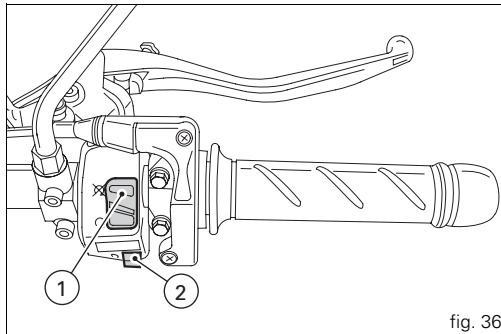

fig. 36
2) S'assurer que le commutateur d'arrêt (1, fig. 36) se trouve sur la position **○ (RUN)**, puis appuyer sur le bouton de démarrage (2).